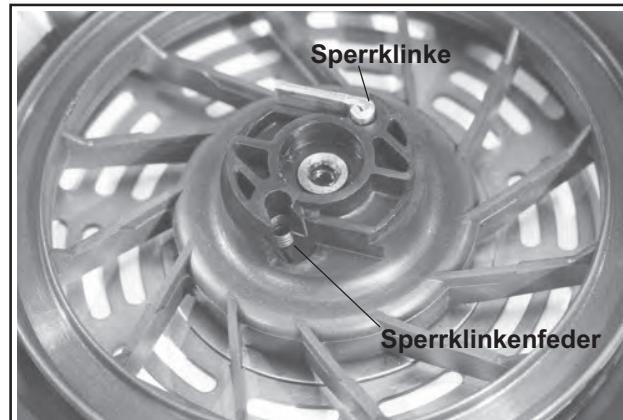

Abbildung 7-9. Installation Sperrklinkenfedern und Sperrklinken.
3. Die Sperrklinkenfedern und die Sperrklinken in der Seilscheibe des Anlassers installieren. Siehe Abbildung 7-9.